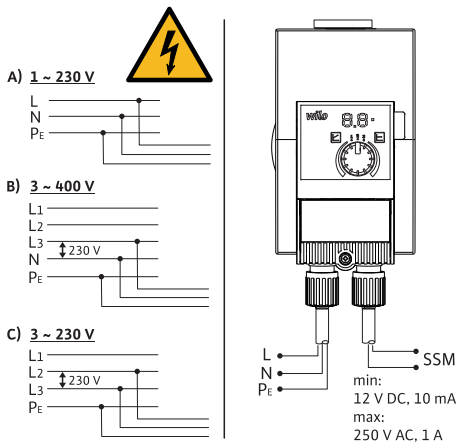

Fig. 3: Tilkoblingsmuligheter
- Koble til 230 V lavspenningsnett. Ved tilkobling til IT-nett (Isolet Terre-nettform) må du forsikre deg om at spenningen mellom ytterleiderne (L1-L2, L2-L3, L3-L1 → Fig. 3) ikke overskrider 230 V. I tilfelle feil (jordslutning) må spenningen mellom ytterleder og PE ikke overskride 230 V.